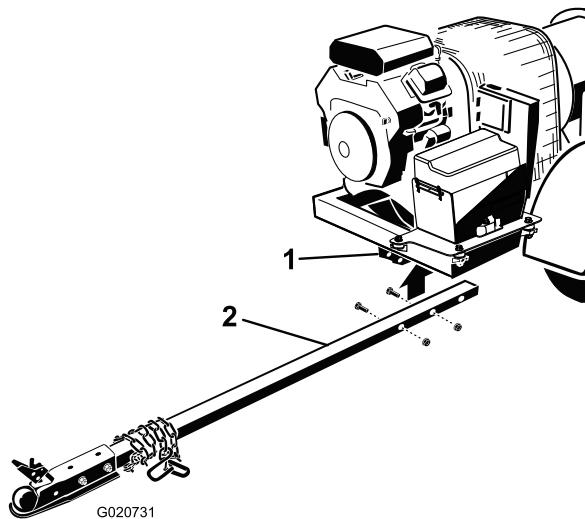

Figure 4
2. Insérez le tube d'attelage dans les supports du cadre (Figure 4). Fixez le tube au cadre avec 2 boulons ($\frac{3}{8}$ x 3 po) et écrous à embase ($\frac{3}{8}$ po).